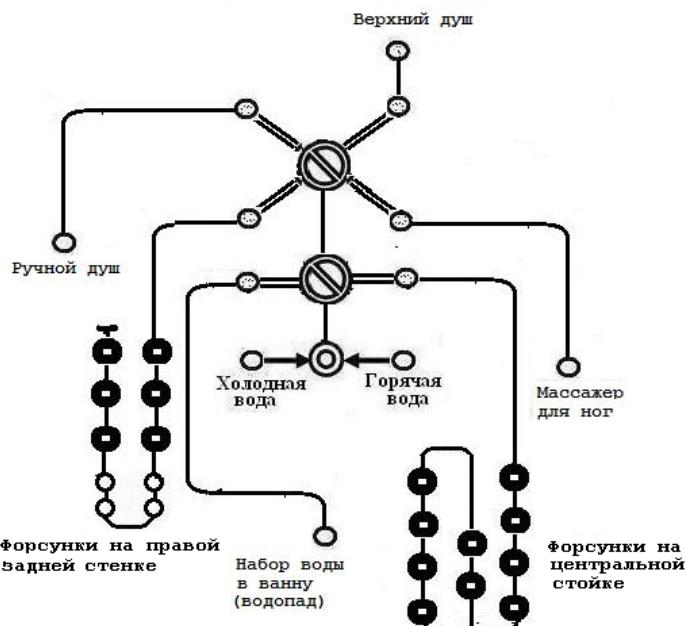

Рис.7
3.6. В соответствии со схемой подключения (рис.7 и 8) соедините между собой форсунки на центральной стойке.
В соответствии со схемой подключения (рис.7 и 8) соедините между собой форсунки на задней правой стенке.